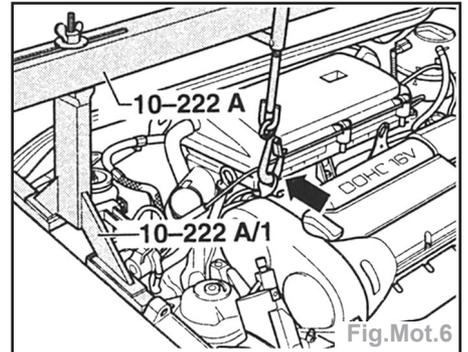

Fig.Mot.6
- Pousser le support (B) jusqu'en butée sur le pignon d'arbre à cames d'admission (C).
- mettre en place le dispositif de maintien 10-222A avec les pieds 10-222A/1 (Fig.Mot.6).